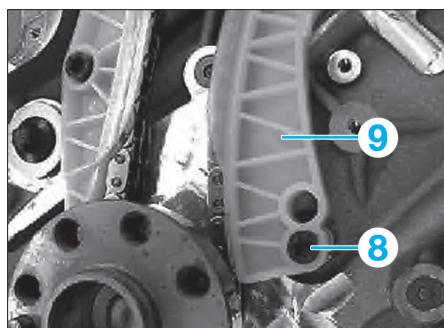

Fig. 19
- Visser les vis-pivots (4) et les serrer au couple.
- Positionner le patin-tendeur (9) puis visser la vis-pivot (8) au couple (Fig.19).